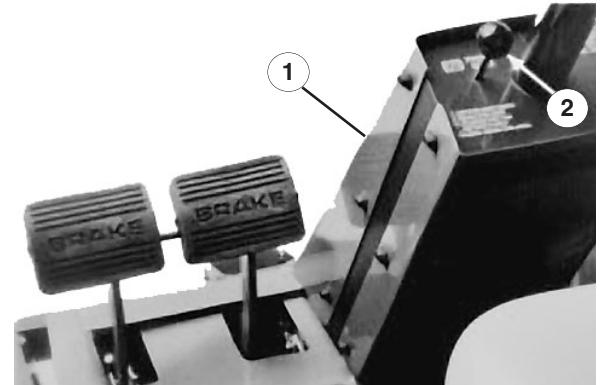

Figure 31
2. Retirez les (6) vis de fixation du couvercle avant de la tour de direction au bâti et déposez le couvercle. (Fig. 31).